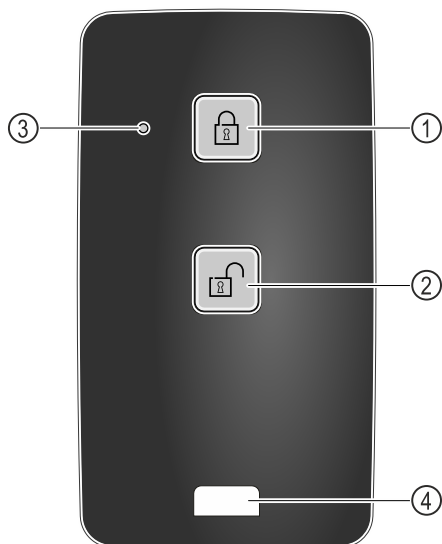

Fig. 219
- (1) Bloquear el cierre
- (2) Desbloquear el cierre
- (3) LED de estado
- (4) Anilla de fijación
- ▶ Pulsar el botón Fig. 219 (1) del mando a distancia.
- ▶ Pulsar el botón Fig. 219 (2) del mando a distancia.
- ▶ El LED de estado Fig. 219 (3) emite una señal visual al pulsarse el botón.
- ▶ Anilla Fig. 219 (4) para la fijación del mando a distancia, p. ej., en un llavero.